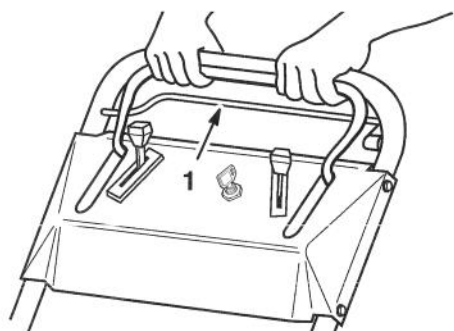

Figure 20
4. Pour débrayer le système d'autopropulsion, relâcher la barre de commande (Fig. 20).